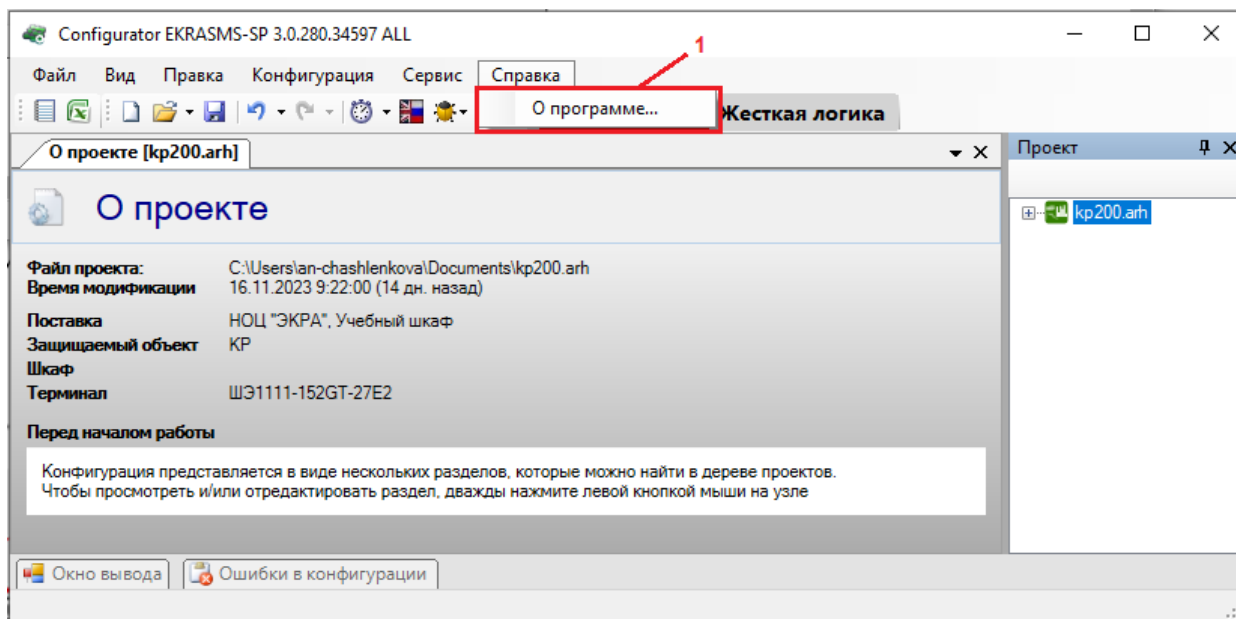

Рисунок 2.1
– запустить программу Конфигуратор (перейти в пункт главного меню **Справка** → **О программе** (см. рисунок 2.1);